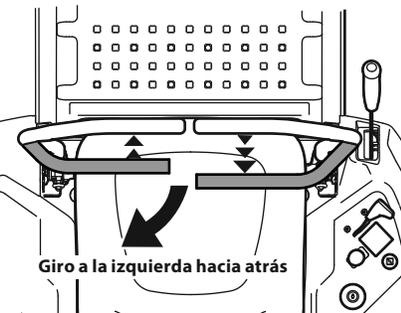

Figura 24
1. Para girar a la izquierda mientras se desplaza marcha atrás, mueva la palanca de control del lado izquierdo hacia adelante respecto de la palanca derecha. Consulte la Figura 24.